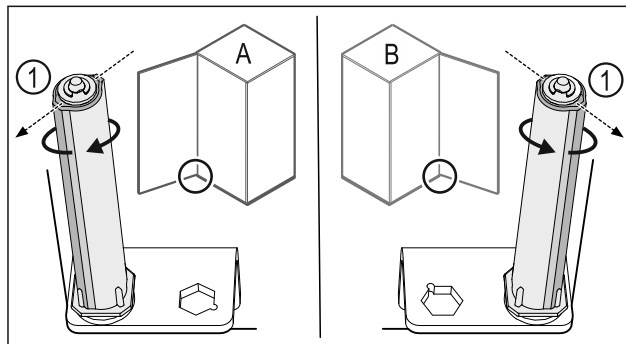

Fig. 35 Okretanje nalijevo (A) / okretanje nadesno (B)
- ▶ Okrećite sustav zatvaranja do kraja dok lamela sustava zatvaranja *Fig. 35 (1)* ne bude usmjerena prema van.